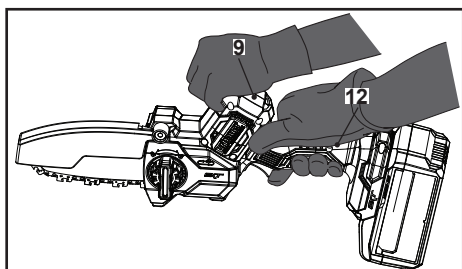
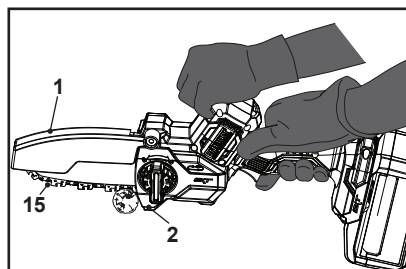

Fig. 18
Fig. 19
2. S'assurer d'avoir une prise ferme sur le produit en tout temps. Tenir fermement la poignée de commande (12) lors de l'utilisation du produit. Si nécessaire, se servir de la poignée arrière (9) comme d'une poignée secondaire en la tenant de l'autre main pour maintenir une posture confortable et équilibrée (Fig. 18).
3. S'assurer que la chaîne (15) est lubrifiée correctement avant d'effectuer toute coupe.
4. S'assurer que la chaîne (15) tourne à pleine vitesse avant d'entrer en contact avec le bois. Utiliser la plaque de base (2) pour maintenir le produit sur le bois avant de commencer la coupe et l'utiliser comme un point de levier pendant la coupe (Fig. 19).